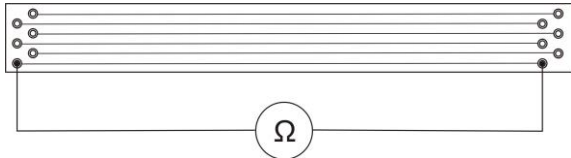

Fig. 1 Setup sperimentale
- Collegate il multimetro alle prese del filo di costantana con il diametro minore (fare riferimento alla fig. 1).
- Allestite l'esperimento come in fig. 1.